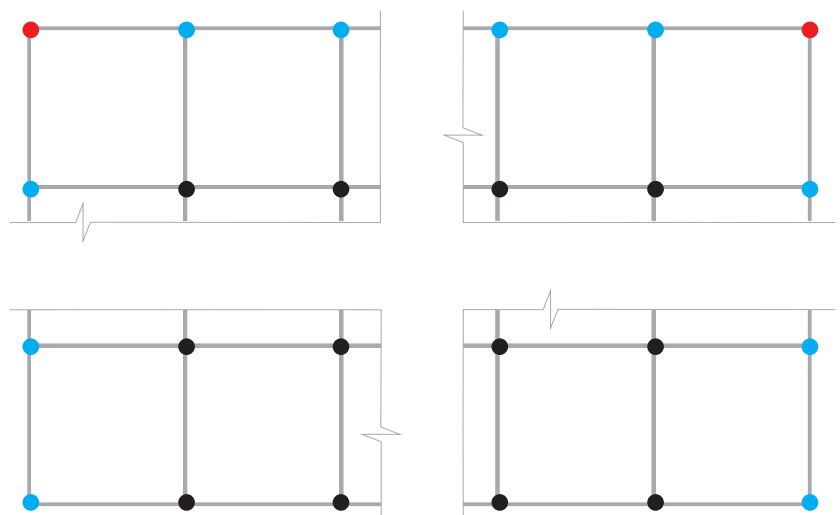

Рисунок 7
- Определите положение крайних верхних кронштейнов (рисунок 7). Сделайте отверстие для их установки, временно установите фасадные дюбели (●), натяните между ними шнурку.